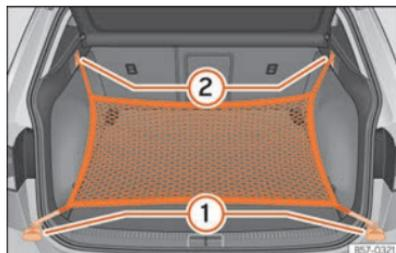

Abb. 178 Im Gepäckraum: Ösen (1) und Haken (2) zum Einhängen des Gepäckraumnetzes.
- Hängen Sie die kurzen Haken des Netzes in die Verzurrösen ein »» [Abb. 178] ① »» ⚠. Der Reißverschluss des Gepäckraumnetzes muss dabei nach oben zeigen.
- Befestigen Sie die Spanngurte in den Taschenhaken ②.